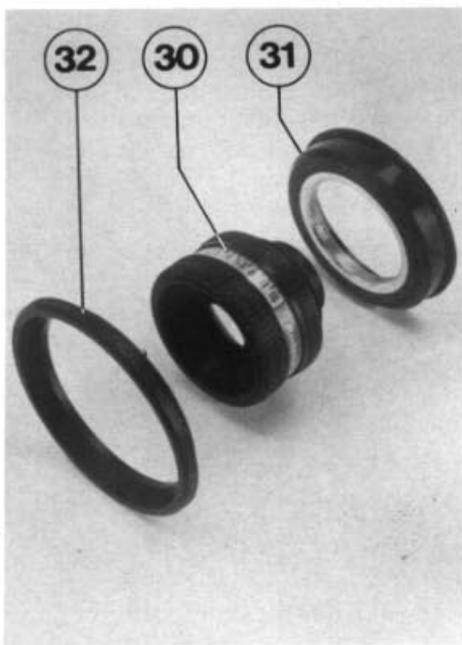

Bild 3
Zur Montage wird das Objektiv (30) in den Haltering (31) eingeschraubt und anschließend mit dem Zentrierring (32) in den Objektivträger (15) geschraubt (Bild 3, 4 und 5).
- Bei Objektiven mit einer Brennweite mit $f = 75$ bzw. 80 mm wird der Haltering (31) wie in Bild 3 gezeigt auf das Objektiv geschraubt.